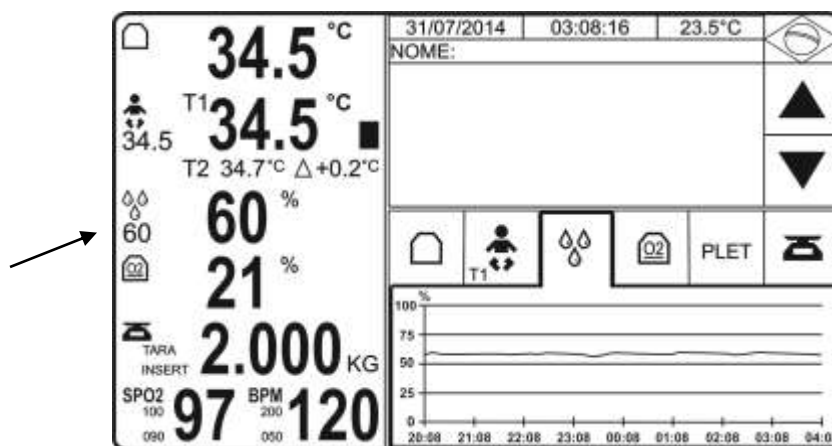

Figura 138 – Display – controle de umidificação MC3
- Para ajustar o valor desejado para umidade relativa, pressione no display o campo UR (ver figura 138 – símbolo de gotas) ou pressione o botão rotativo e percorra todos os campos até chegar em UR e pressione o botão para selecionar.